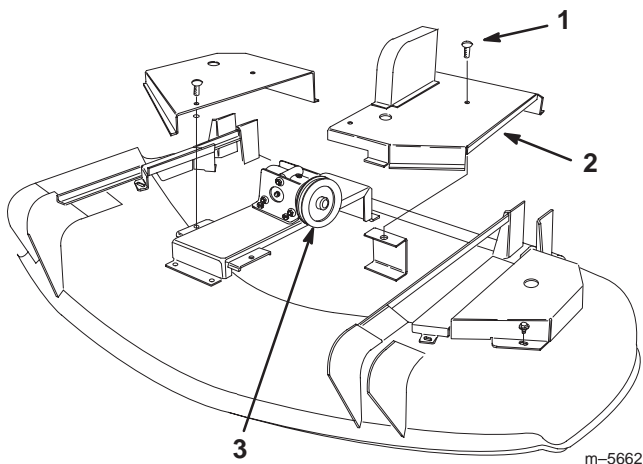

Bild 6
1. Lockern Sie die beiden Befestigungsteile auf der linken mittleren Schneidwerkabdeckung. Entfernen Sie die linke mittlere Schneidwerkabdeckung, um die Getriebeantriebsscheibe freizulegen (Bild 6).
4. Bringen Sie die linke mittlere Schneidwerkabdeckung mit den Befestigungsteilen an (Bild 6).